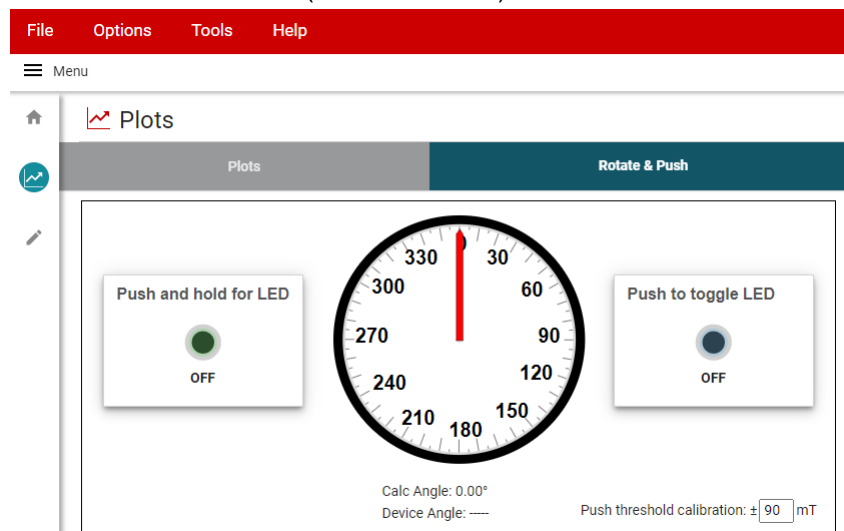

图 4-11. “Rotate & Push” GUI 页面
3. 转到图表页面中的 *Rotate & Push* 选项卡（请参阅图 4-11）。